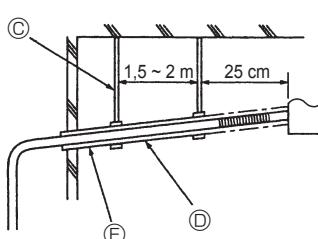

Fig. 8-2
- (4) Drenaj borusunu aşağı eğiminin 1/100'den büyük olduğundan emin olun. (Fig. 8-2)
- ⑭ Destekler
- ⑮ Aşağı eğim 1/100'den büyütür.
- ⑯ Isı yalımı